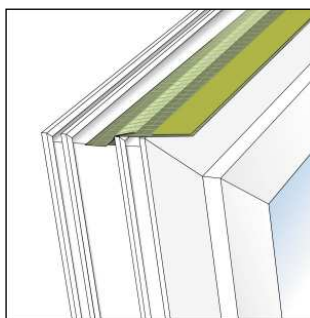

Fig 1
1. Begynn i midten på karmens sidestykke. Fest folien med den selvheftende stripen mot karmens rygg slik at strekkfolden flukter med karmens utside, og fortsett så nede (fig. 1).